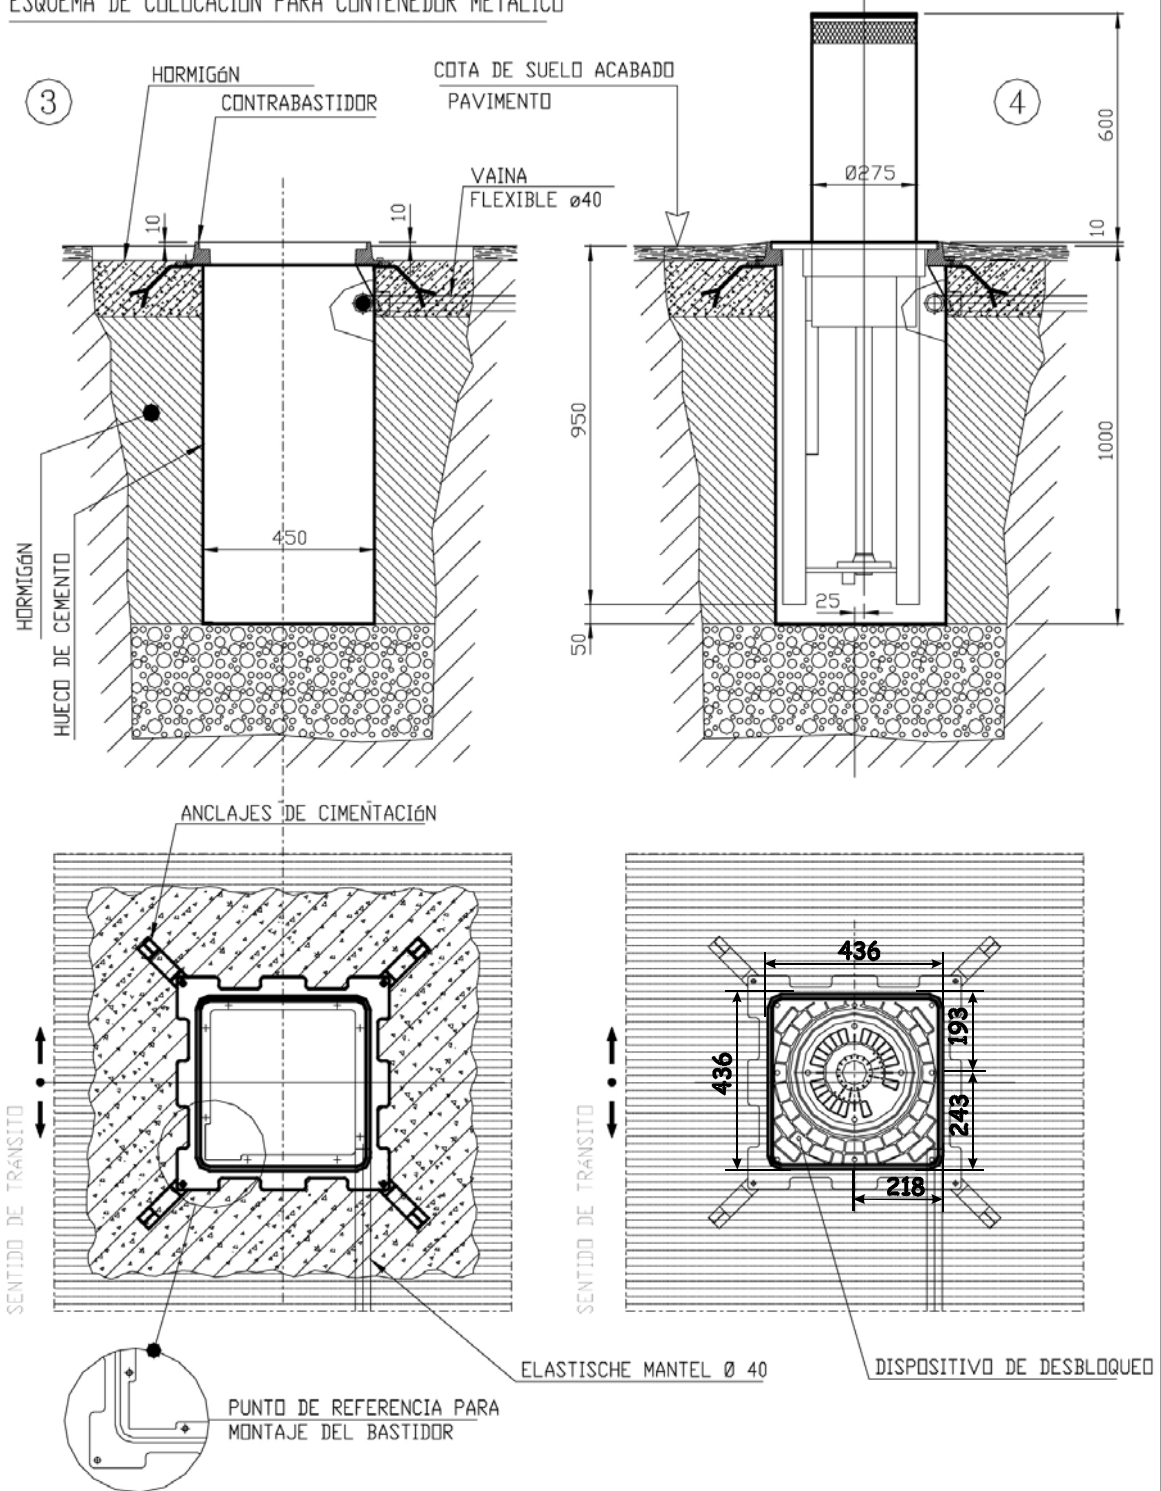
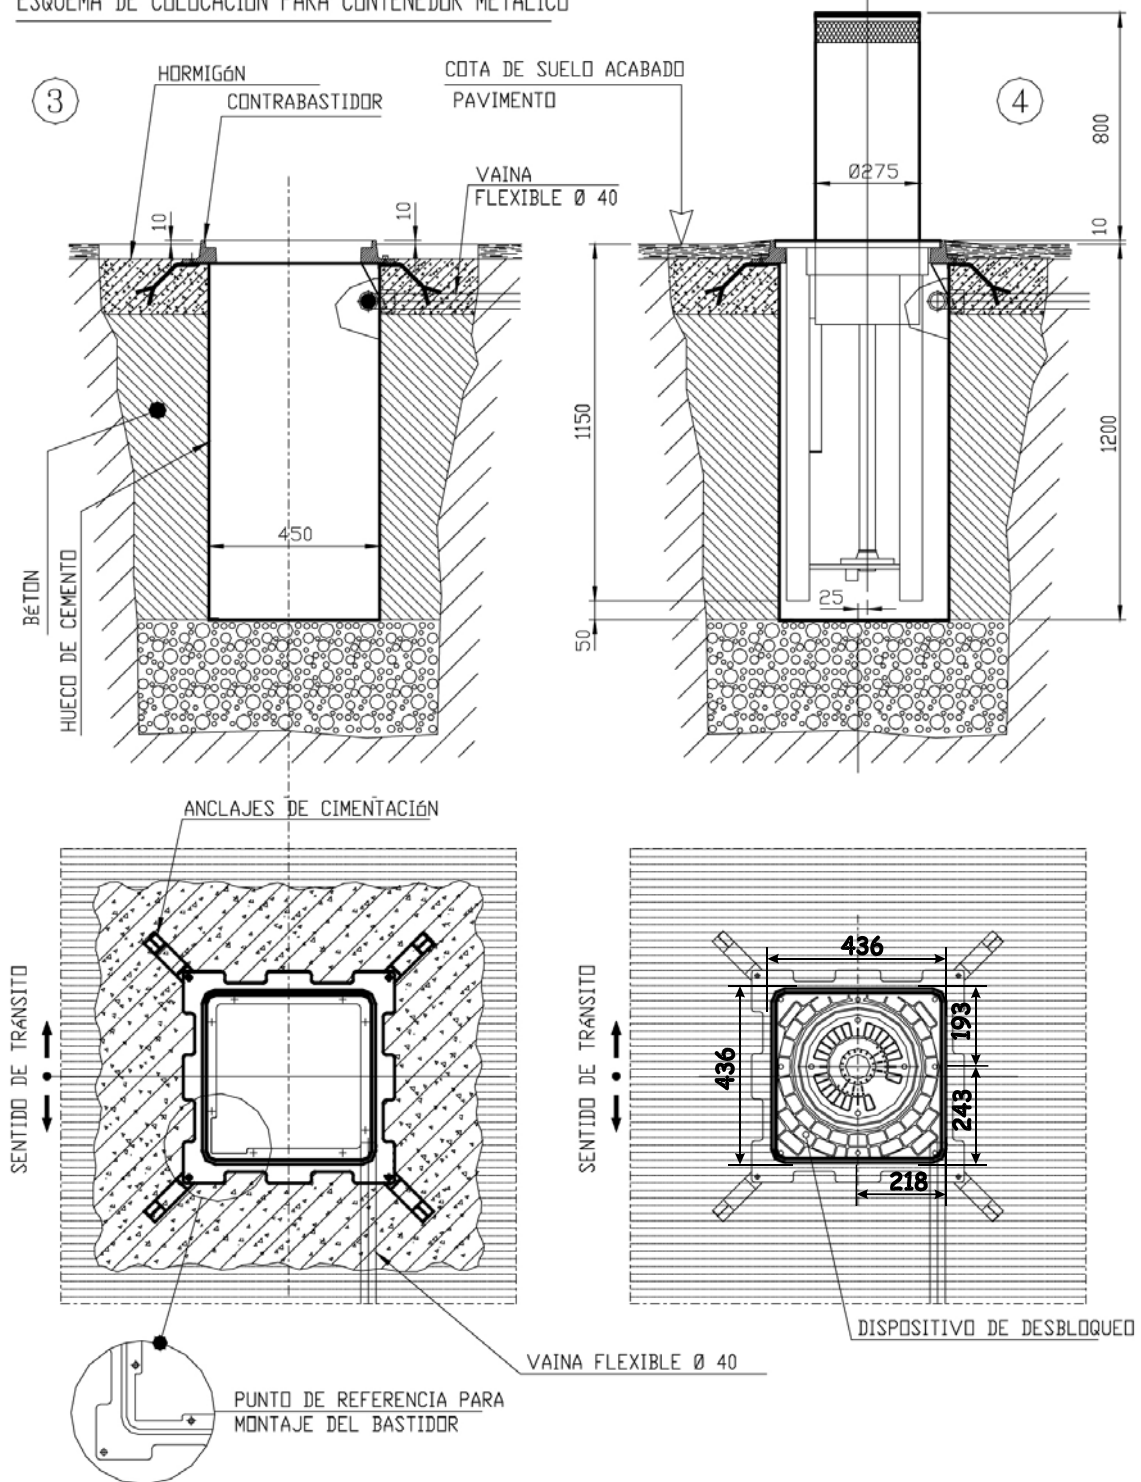

Fig. 3
Fig. 4
- 7) Vierta hormigón en torno a la arqueta hasta a unos 10cm del suelo acabado, asegurándose de que los anclajes suministrados en dotación a la arqueta estén correctamente colocados. Una vez colocada la arqueta, realice el acabado del pavimento con el mismo tipo de material (fig. 3 y fig.4).